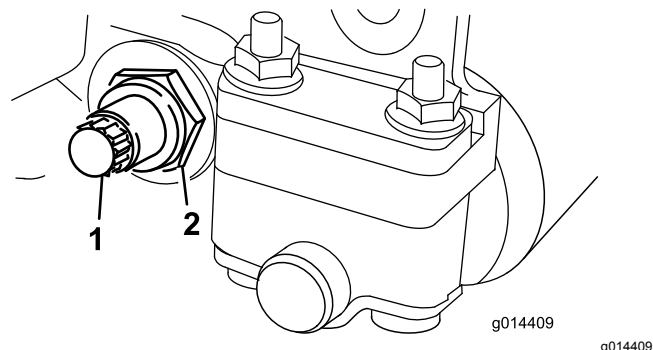

Figura 23
3. Su ciascun lato della macchina, allentare il dado di bloccaggio che fissa il bullone della barra di appoggio (Figura 23).